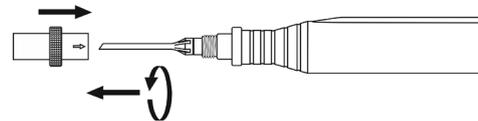
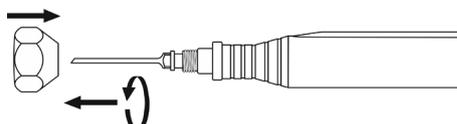

Abb. 3b
Abb. 3a
- Entfernen Sie die Ultraschallspitze gemäß Abb. 3a oder Abb. 3b: